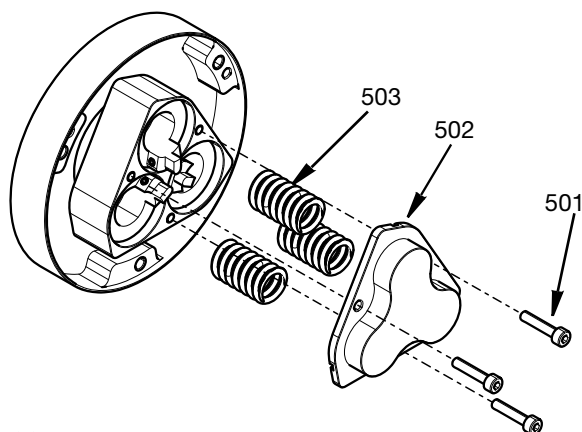

FIG. 32
13. Sätt in fjädrarna (503) i kolvarna, placera cylinderkåpan (502) över fjädrarna och fäst till cylinderhuset med tre M4-skruvar (501). Dra åt till 3,3 N•m (29,2 in-lbs). Se FIG. 32.